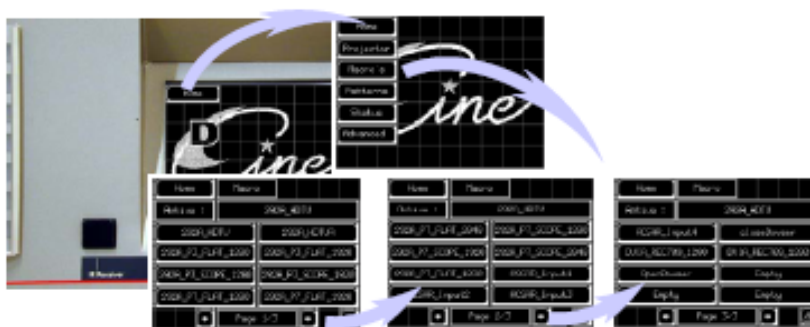

图 4-3
1. 连续按下触摸按钮 Home与Macro's。(图 4-3)